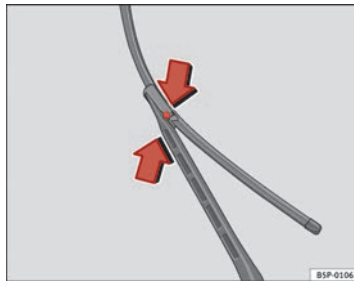

Abb. 167 Scheibenwischerblätter vorne auswechseln
- Drücken Sie auf die seitlichen Sperren und ziehen Sie das Wischerblatt in Pfeilrichtung heraus ⇒ Abb. 167.